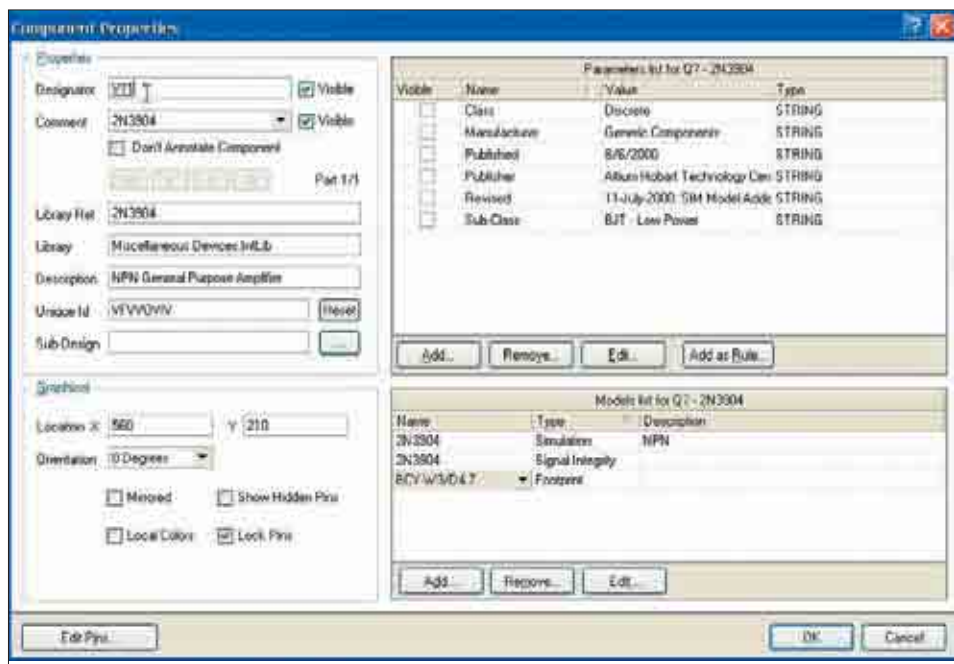

Рис. 10. Настройка параметров символа транзистора
6. Прежде чем щелкнуть левой кнопкой мыши в поле схемы и поставить транзистор в нужное место, отредактируем его параметры, для чего нажмем клавишу Tab. Откроется диалоговое окно, изображенное на рис. 10.